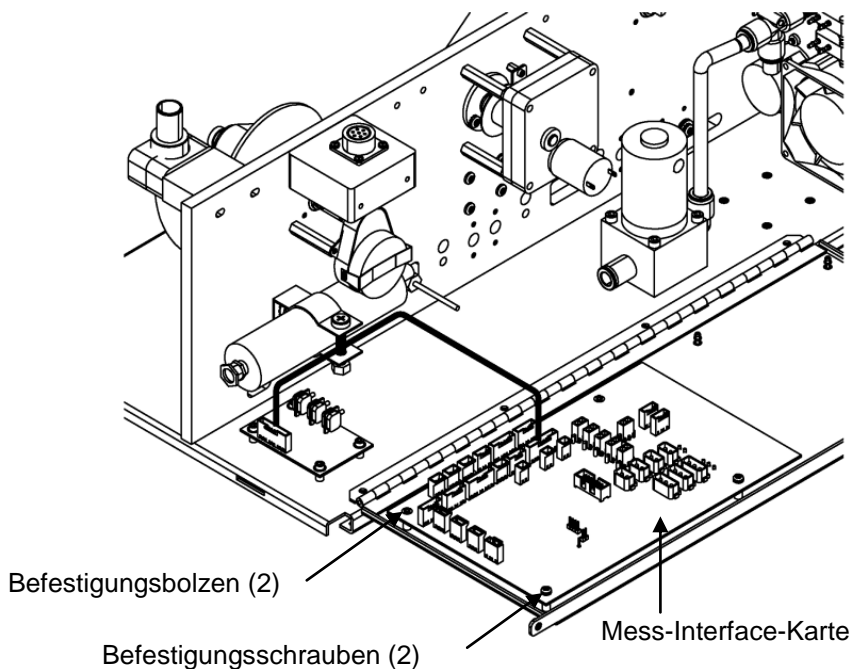

Abb. 7–15. Mess-Interface-Karte tauschen
5. Mit Hilfe des Steckschlüssels die 6 Halterungen, mit denen die Karte auf der Rückseite befestigt ist, entfernen (siehe Abb. 7–14).
Um die Mess-Interface-Karte zu tauschen, bitte wie nachfolgend beschrieben vorgehen (Abb. 7–15).
Zum Tauschen der Photo-Interrupt-Karte bitte wie nachfolgend beschrieben vorgehen (Abb. 7–16).